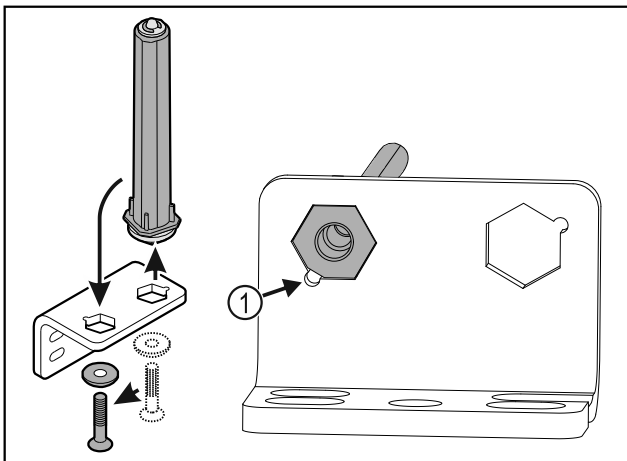

Fig. 38
- ▶ Verificare che durante l'inserimento lo smusso del perno Fig. 38 (1) sia rivolto verso il foro circolare.